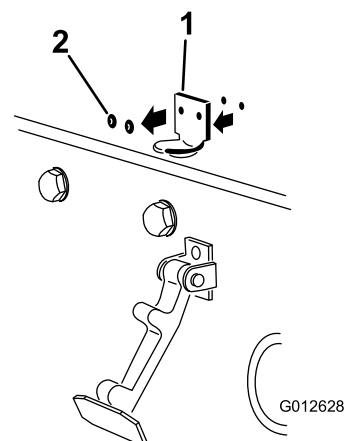

Рисунок 15
2. Извлеките 2 заклепки, которые крепят кронштейн защелки капота к капоту (Рисунок 15), и снимите кронштейн защелки с капота.